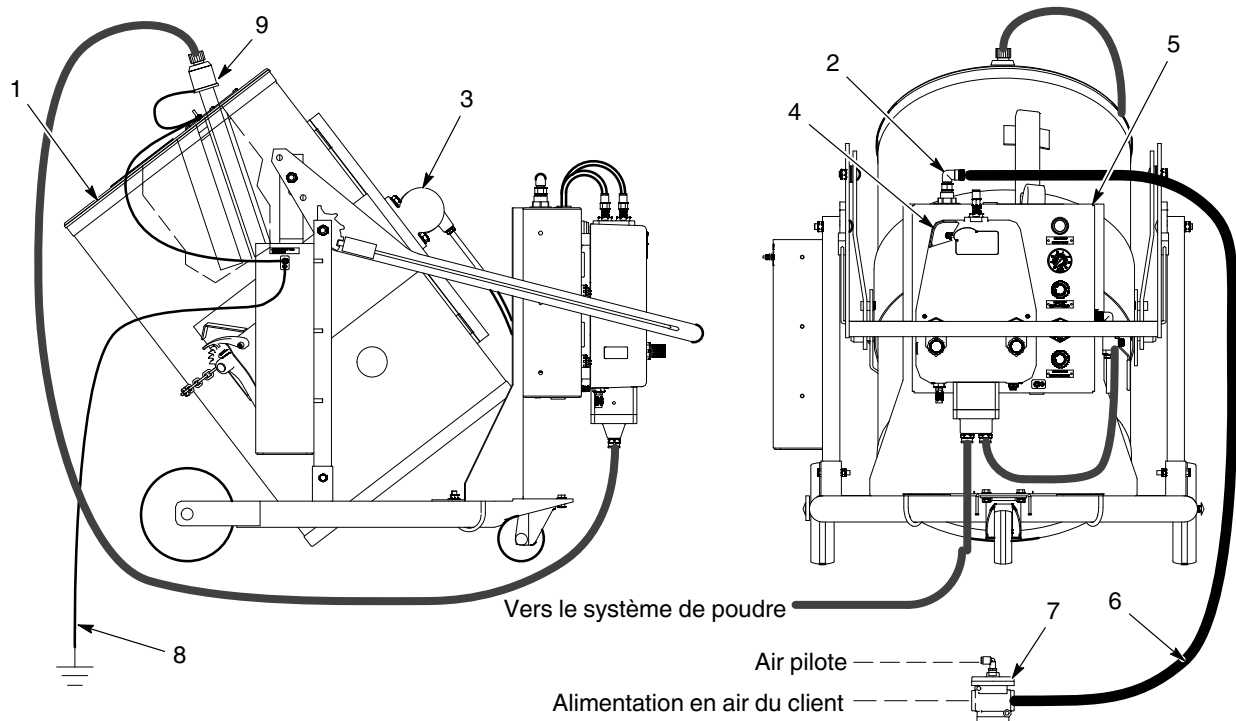

Figure 1 Composants et branchements du diable pour fût de poudre de 200 litres (55 gallons) HDLV
Voir la figure 1. Le vide-fût de poudre de 200 litres (55 gallons) utilise une pompe à haute capacité Prodigy® HDLV pour alimenter un système de poudrage en poudre vierge. La pompe peut fonctionner automatiquement ou en mode manuel. Un moteur de dispositif vibreur à commande pneumatique fluidifie la poudre dans le fût afin de faciliter son pompage.
Voir la figure 1. Effectuer les branchements suivants :
**Fonctionnement automatique :** Monter la valve pilote d'air (7) fournie dans la conduite d'alimentation pneumatique pour démarrer et arrêter automatiquement la pompe. L'alimentation de la valve en air pilote s'effectue généralement par le biais d'une électrovanne commandée par un détecteur de niveau dans une trémie d'alimentation.
**Alimentation en air :** Raccorder le tuyau pneumatique de 4,5 mètres (15 ft) (6) fourni à une source d'air comprimé propre et sec. La pression pneumatique minimale est de 4,8 bar (70 psi).
**Couvercle du fût :** Monter un fût sur le diable et le fixer avec l'ensemble chaîne et cliquet. Retirer le couvercle utilisé pour le transport et monter à sa place le couvercle pour fût. Relier la pince de terre du couvercle pour fût à la borne de terre sur le côté du diable. Basculer le fût à l'inclinaison illustrée dans la figure 1.
**Tube de prélèvement et adaptateur :** Monter un adaptateur de tuyau sur un tube de prélèvement (9). Monter le tube de prélèvement dans l'un des guides-tube du couvercle. Raccorder l'un des câbles de terre du couvercle de fût au tube de prélèvement.